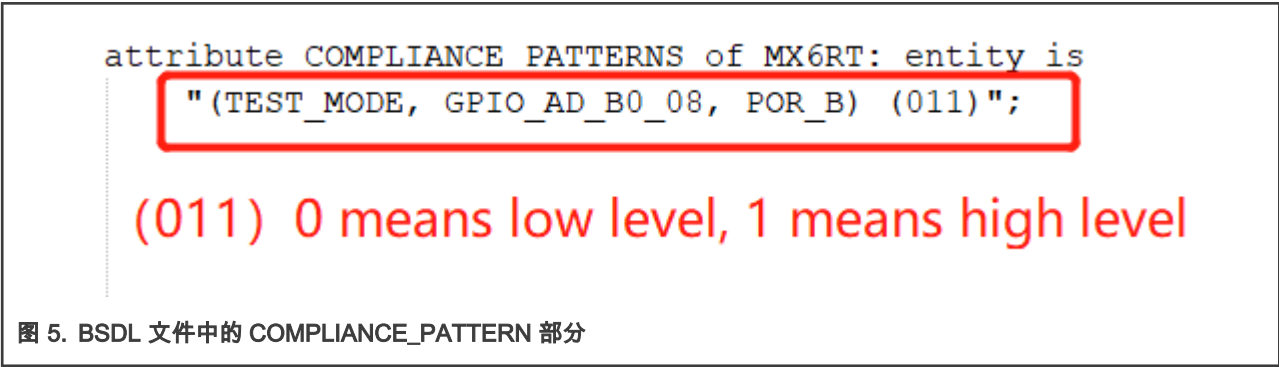
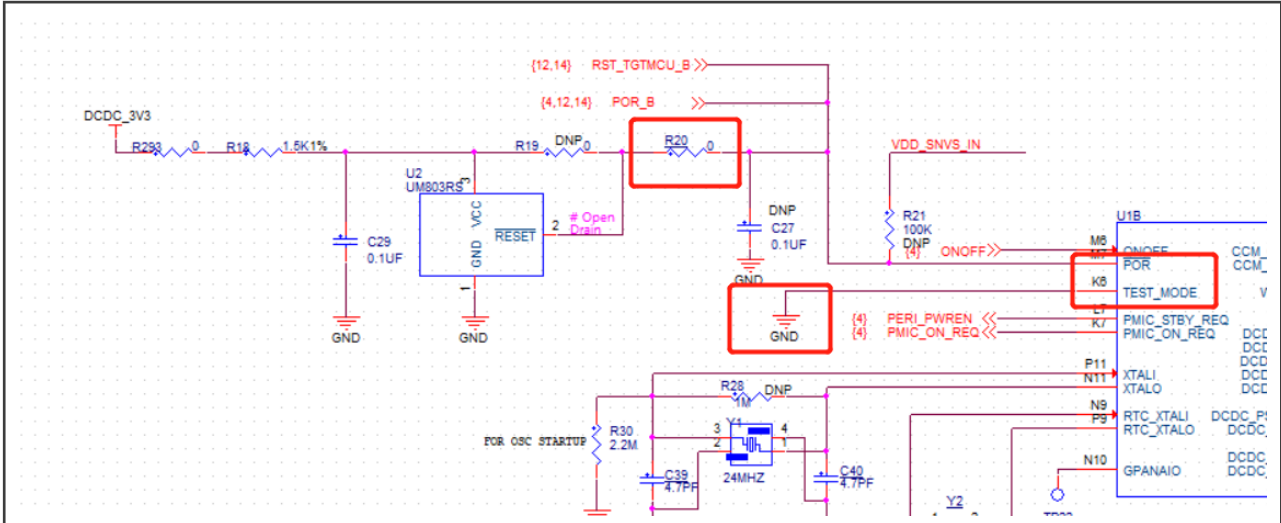

图 5. BSDL 文件中的 COMPLIANCE_PATTERN 部分
图 6. Test mode and POR_B 连接示意图
3. 检查 BSDL 文件中的 COMPLIANCE_PATTERN 部分，它定义了芯片内三个 pin 角的状态，(TEST_MODE, GPIO_AD_B0_08, POR_B) (011)，0 代表低电平，1 代表高电平。在 EVK 板上进行检查并修改使其与 BSDL 文件中的状态相同。图 5 是 BSDL 文件中的截图，图 6 是 Test Mode 和 Por_B 这两个引脚的连接示意图：